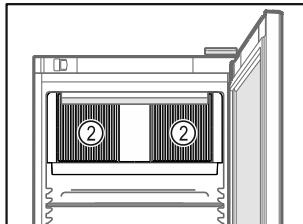

Fig. 60
- Oslobodite ventilacijske prorezove Fig. 60 (2) za ventilator optočnog zraka u unutrašnjosti.